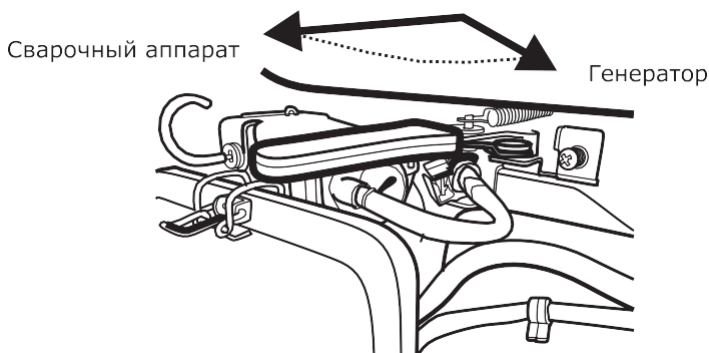

Рис. 22
**ВНИМАНИЕ!** Для увеличения срока службы сварочного генератора рекомендуется запуск двигателя производить в режиме генератора. На рис. 22 указан переключатель режимов.
**ВНИМАНИЕ! Одновременное использование генераторной установки для выработки переменного тока и постоянного тока для сварочных работ ЗАПРЕЩЕНО! Для выбора режимов работы предусмотрен переключатель, расположенный рядом с воздушным фильтром (рис. 22).**
Переведите переключатель режи- мов в положение «Сварочный аппарат» (рис. 22, стр. 36).